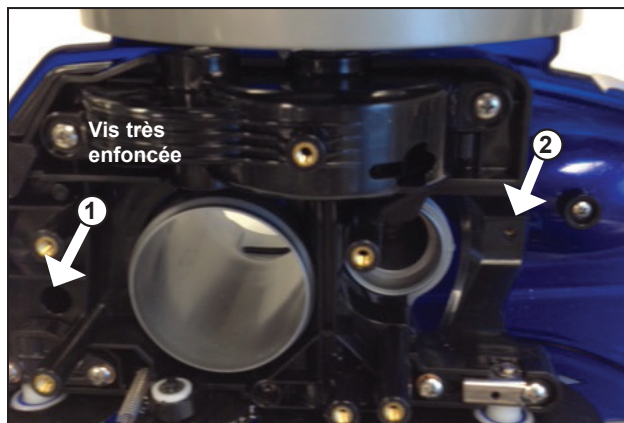
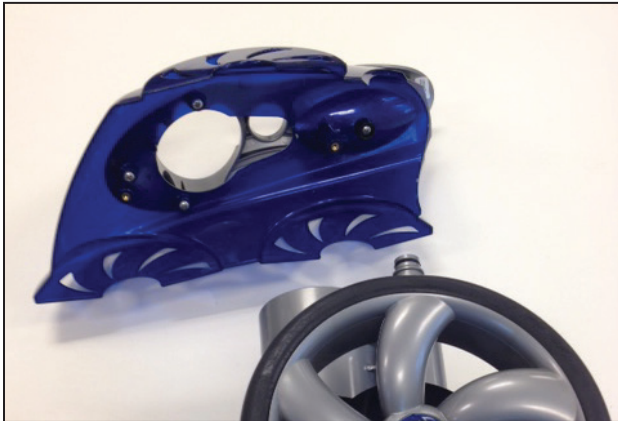

Figure 8. Retirer les deux (2) vis du boîtier supérieur
Figure 9. Retirer le boîtier supérieur
10. Retirer les deux (2) vis (Figure 8) pour détacher et retirer le boîtier supérieur (Figure 9).